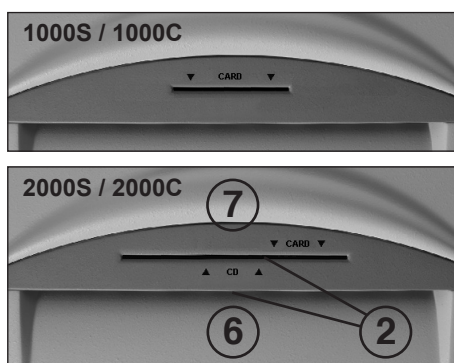

Fig. 2
2 = Fotocellula (Fig. 2)
- Immettere carta nella taglierina attraverso la bocca apposita (6) (Fig. 2).
- I supporti dati (CD, DVD o carte di credito) devono essere immessi nella taglierina attraverso l'apposita bocca di CD/DVD(CARD) disposta separatamente (7) (Fig. 2).